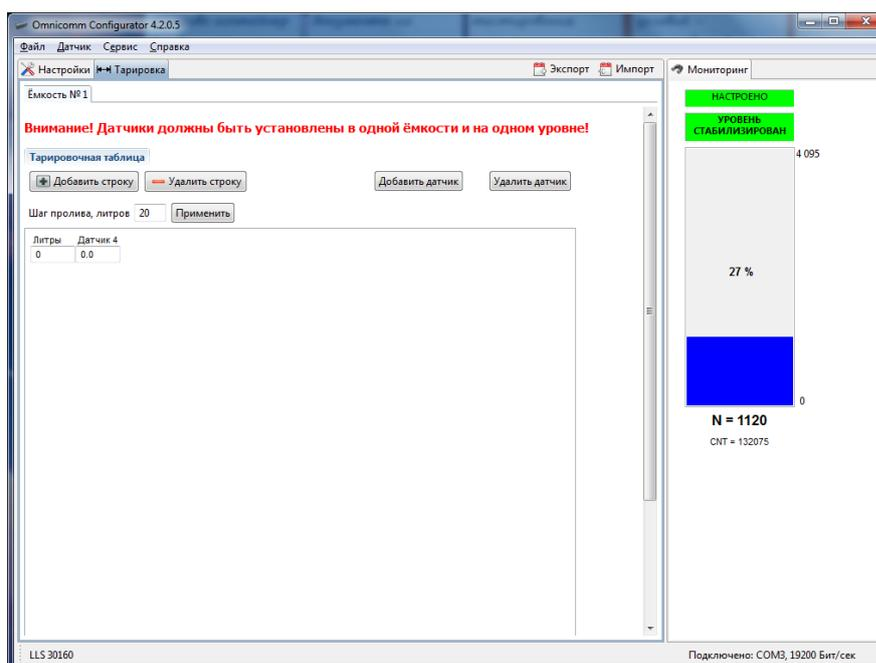

Рисунок 25
4) Открыть вкладку «Тарировка» (Рисунок 25).